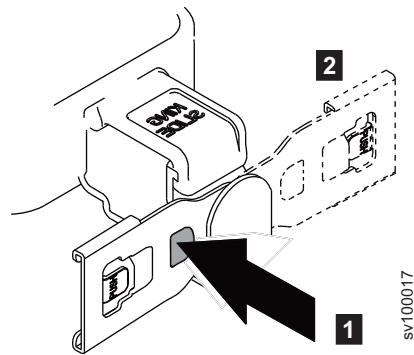

図 16. アセンブリーの向きの反転
- a. 24 ページの図 16 の **PUSH** とマークが付いたボタンを押します。